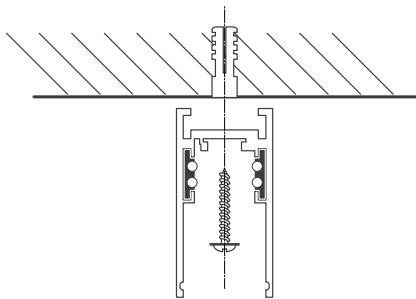

Рис. 3. Накладной способ установки трека на монтажную поверхность
- 3.1. Закрепите профиль на поверхности, как показано на рис. 3.